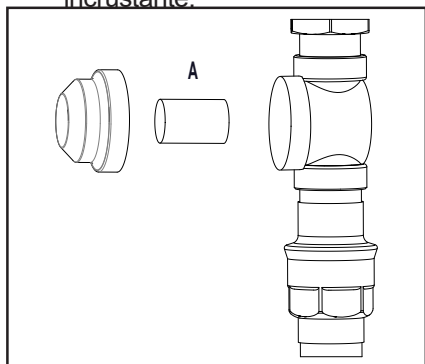

Fig. 2 110002117
Se muestra una instalación típica de propulsor de piso en fig. 2
5. Extraiga el filtro (A, fig. 2) y colóquelo en una solución desincrustante.